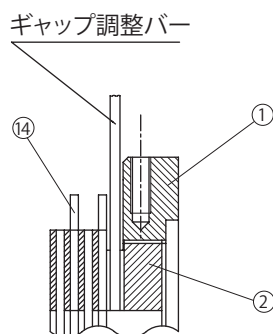

図 8-34
フィールド④側から見て左に回すとギャップが狭くなります。(図 8-34 参照)
- (4) アウターディスク⑭とセンターリング①の間には、取付ボルト③と固定ボルト⑪が交互に 6 本ずつ通っているため、ギャップ調整バーを回していくとそれらのボルトに当たります。ギャップ調整ネジ②には 8 等配の溝があり、ギャップ調整バーがボルトに当たるごとに (3) を繰り返して、ギャップ G を規定値に調整します。
- (5) ストッパー⑯を、規定ギャップに最も近い溝とネジ穴の点を選び取り付けてください。
- (6) ブレーキの手動解放を元の状態に復帰させた後、電源を入・切してブレーキ動作を確認してください。
- (7) ブレーキカバー㉒、Vリング㉓、ファン⑦、ファンセットボルト⑩、カバー⑧、屋外カバー㉑を取り付けます。この時ファンセットボルト⑩には、スリーボンド TB2365 を塗布してください。